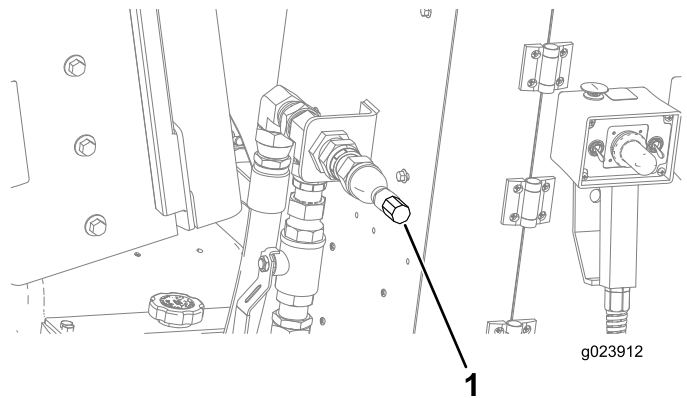

Bild 133
5. Verbinden Sie den Sprühschlauch mit dem Anschluss (Bild 133).